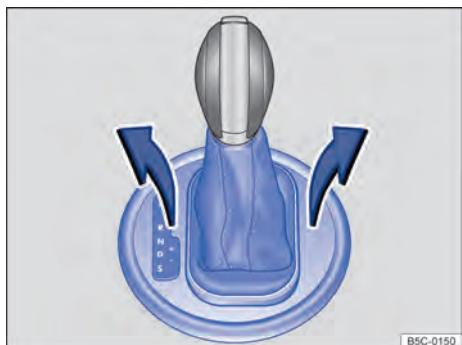

Fig. 156 Desmontar a cobertura do quadro da alavanca seletora.
- Puxar para cima a cobertura na área da capa da alavanca seletora ⇒ Fig. 156.